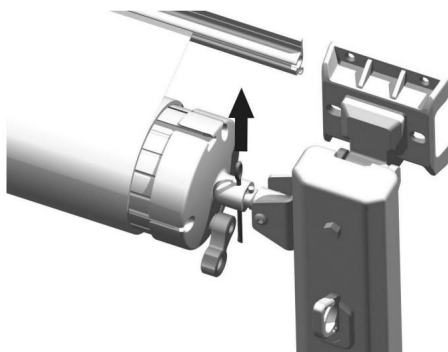

Figure C17
3.7 Retirez les goupilles de sécurité des deux côtés des embouts du rouleau (Figure C17) pour serrer le rouleau de tissu sous tension.